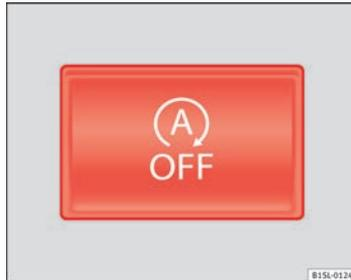

Fig. 97 En la parte superior de la consola central: tecla del sistema Start-Stop.
- Pulse la tecla  situada en la consola central ⇒ fig. 97.